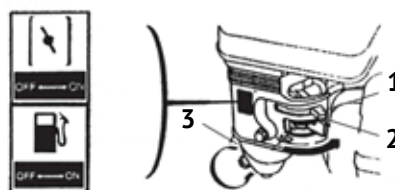

рис. 4
- открыть топливный кран (рис.4 поз.1) – крайнее правое положение – «ON»;
- установить рычаг управления воздушной заслонкой (рис.4 поз.2) в крайнее левое положение - „закрыто“ при пуске холодного двигателя, или в промежуточное положение при прогревом двигателя;